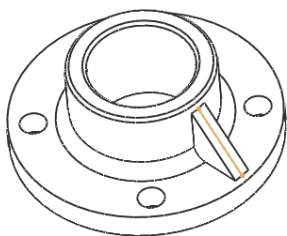

图 5-106 在两侧生成厚度
-  两侧：均匀延伸草图轮廓到草图的两边，如图 5-106 所示。